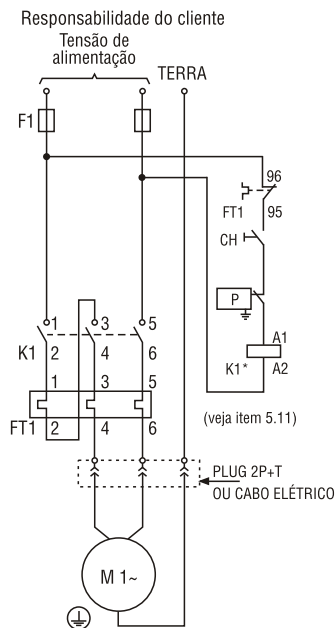

FIGURA 3 - MOTORES MONOFÁSICOS
5.4 Não esqueça de ligar o pressostato entre o motor e a rede elétrica, conforme indicado na figura 3 - pág. 9.
7. Garantia do motor elétrico: A garantia do motor elétrico somente será concedida, se forem seguidas as orientações de instalação de acordo com o diagrama (Figura 3 - pág. 10) e modo de partida (ver Tabela 2).
O pressostato não deverá ser conectado diretamente ao motor, e sim ao circuito de comando, conforme indicado na Figura 3.